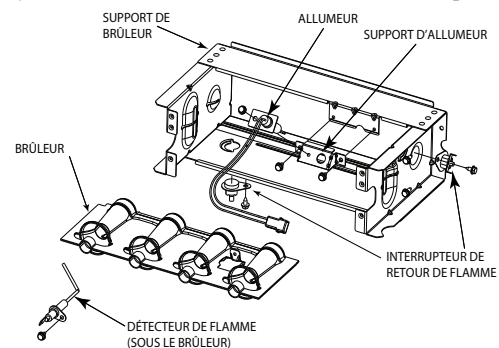
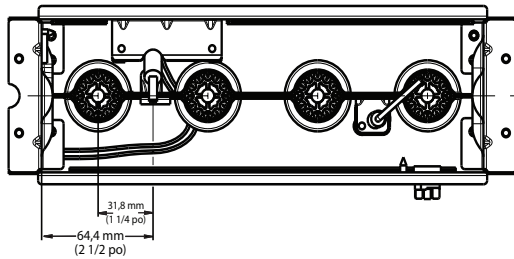
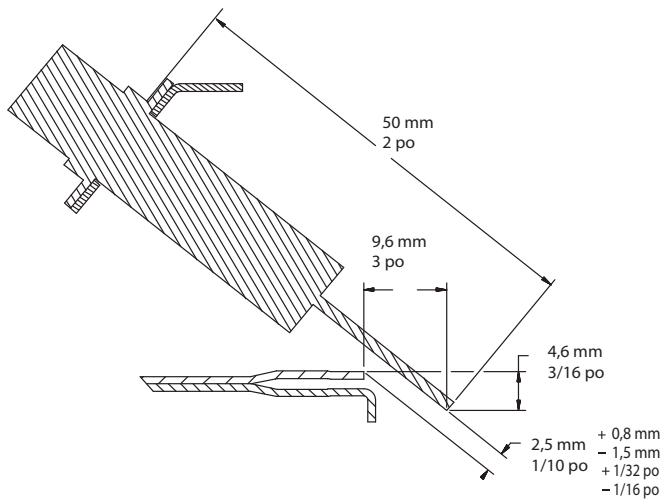

Fig. 67 – Ensemble de brûleur
Fig. 68 – Position de l'allumeur – vue du haut
Fig. 69 – Position de l'allumeur – vue latérale
Consultez la Fig. 67.
8. Vérifiez l'alignement de l'allumeur. Consultez la Fig. 68, la Fig. 69 et la Fig. 67.
L'allumeur n'a PAS besoin d'une inspection annuelle. Vérifiez la résistance de l'allumeur avant son retrait. Consultez la Fig. 68, la Fig. 69 et la Fig. 67.
- a. À l'aide d'un tournevis 1/4 po, retirez les deux vis qui fixent le support de fixation de l'allumeur à l'ensemble de brûleur. Consultez la Fig. 67.
7. Rebranchez le faisceau de l'allumeur sur l'allumeur en disposant les fils de façon à vous assurer qu'il n'y a aucune tension sur l'allumeur lui-même. Consultez la Fig. 67.